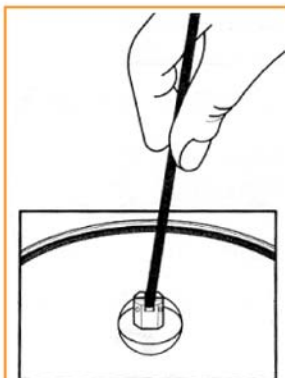

FIG.1
1. Tome la tapa de la olla (19) sin colocar la pesa (9) en la chimenea (10).
2. Compruebe mirando al trasluz que la chimenea está limpia de cualquier resto que pudiera obstruir la salida del vapor. En caso contrario, use una varilla para su limpieza. (FIG.1 - ver página 3)